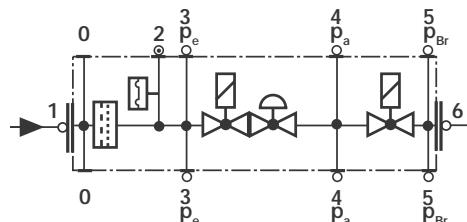

Рис. 29
- Заменяйте фильтр, если разница давления между точками 1 и 3 (Рис. 29)  $\Delta p > 10$  мбар.